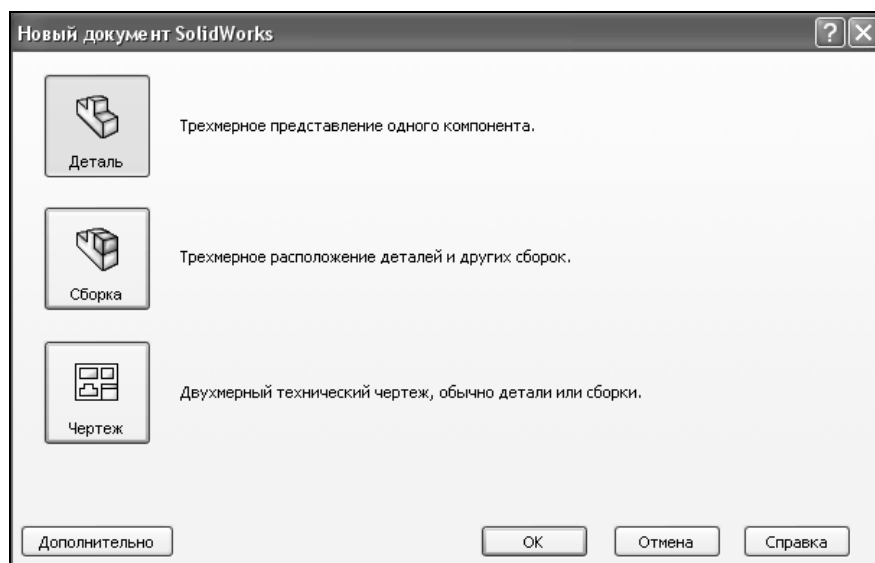

Рис. 1.3
- Откроется окно **Новый документ SolidWorks** (см. рис. 1.3).